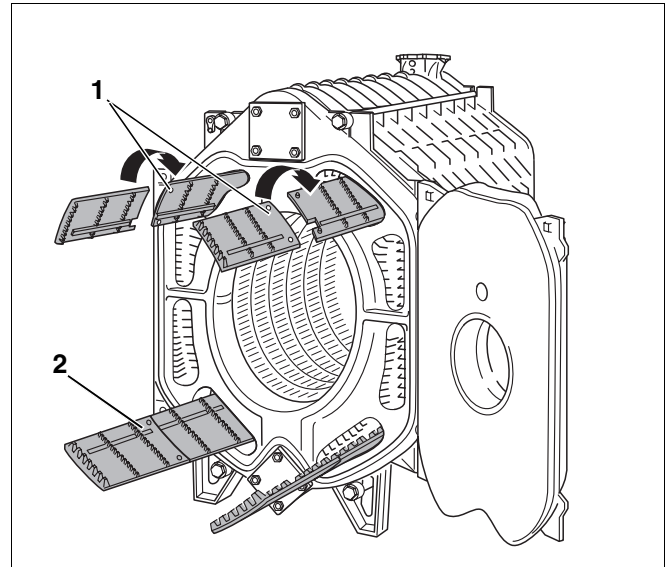
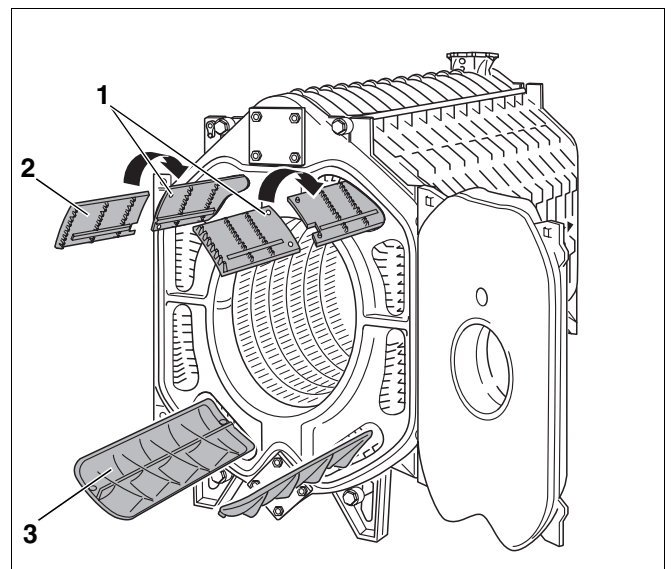
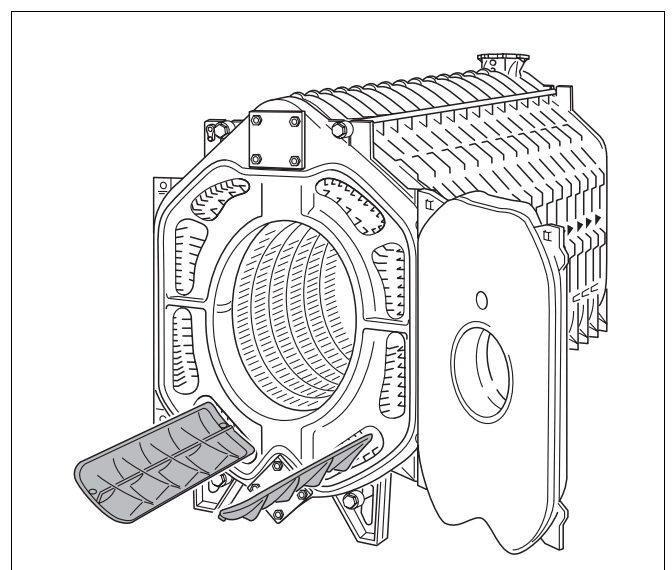

Fig. 29 Vist: Kedel med 9 elementer
Fig. 30 Vist: Kedel med 13 elementer
Fig. 31 Vist: Kedel med 15 elementer
Man skelner mellem retarder med **segprofil** (Fig. 30, **pos. 2**) og **med bølgeprofil** (Fig. 30, **pos. 3**).
- Tag retarderne op af kassen med beslag, og læg dem ind i **røgslagene** i henhold til den påstøbte tekst (se også Fig. 29, Fig. 30, Fig. 31 og tabellen på næste side).
Retarderne med seglprofil er todelte. Når du lægger plader med seglprofil i et røgslag, skal du altid sørge for, at de to pladedele hægtes ind i hinanden (Fig. 29, **pos. 1**) og (Fig. 30, **pos. 1**)! På Fig. 29 vises også de sammenhægtede pladedele (Fig. 29, **pos. 2**).